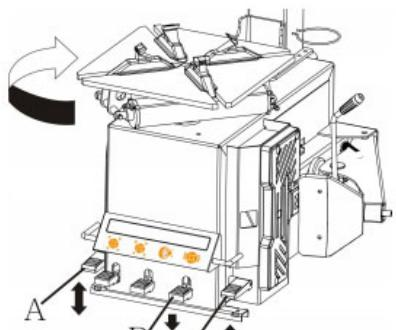

Abb.9
- *Betriebstest: Nachdem der Strom angeschlossen ist, drücken Sie die Pedale A (siehe Abb.9), und der Drehtisch dreht sich im Uhrzeigersinn. Dieser Test ist sehr wichtig.*
- *Der Öler 1 wird verwendet, um eine bestimmte Menge Schmiermittel in das Gas für die beweglichen Teile im Zylinder und Regler zu geben. Drücken Sie das Pedal B (siehe Abb.9) 3-5 Mal, und ein Tropfen Schmiermittel fällt in den Becher im Regler. Wenn dies nicht geschieht, kann die Einstellschraube 6 angepasst werden.*